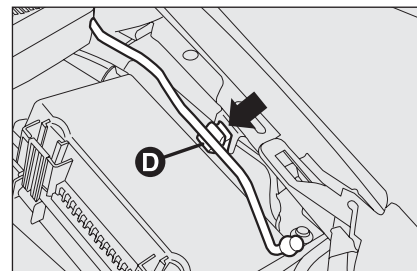
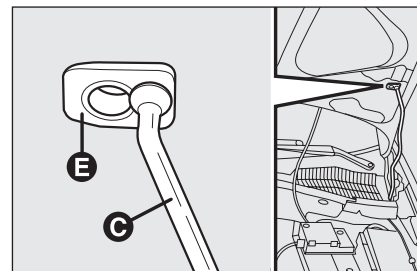

fig. 96
fig. 97
- soulever le capot et en même temps dégager la béquille de maintien **D-fig. 96** de son dispositif de blocage, puis engager l'extrémité **C-fig. 97** de la béquille dans l'emplacement **E** du capot.
- tenir le capot soulevé d'une main et de l'autre enlever la béquille **C-fig. 97** du logement **E** et la remettre dans son dispositif de blocage **D-fig. 96**;